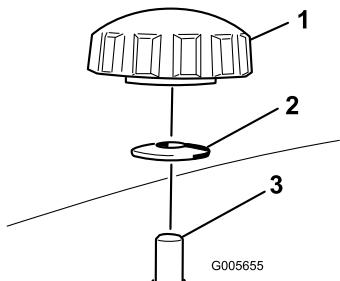
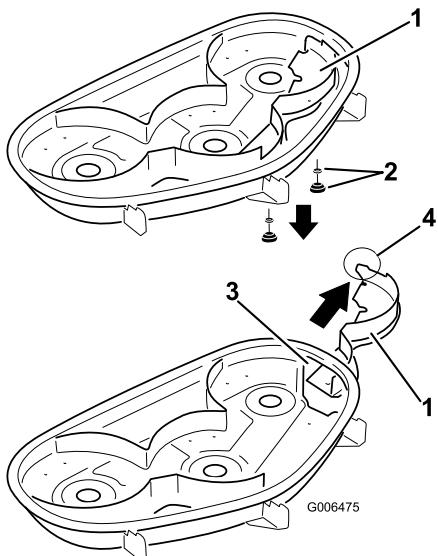

Figura 19
Figura 20
4. Retire los 2 pomos y las arandelas curvas que sujetan el deflector derecho al cortacésped, según se muestra en Figura 19.
5. Retire el deflector derecho y baje el deflector de hierba sobre el orificio de descarga, según se muestra en Figura 20 y Figura 19.
4. Pase el deflector derecho por el orificio de descarga y fíjelo con 2 pomos y arandelas curvas (cara ahuecada hacia el cortacésped) según se muestra en Figura 19 y Figura 20.